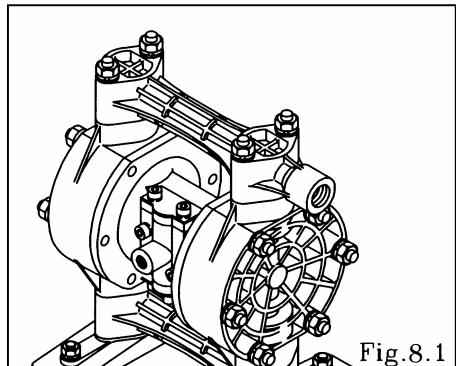

Fig. 8.1
- Reajuste los tirantes horizontales y luego los verticales. [Fig. 8.1]